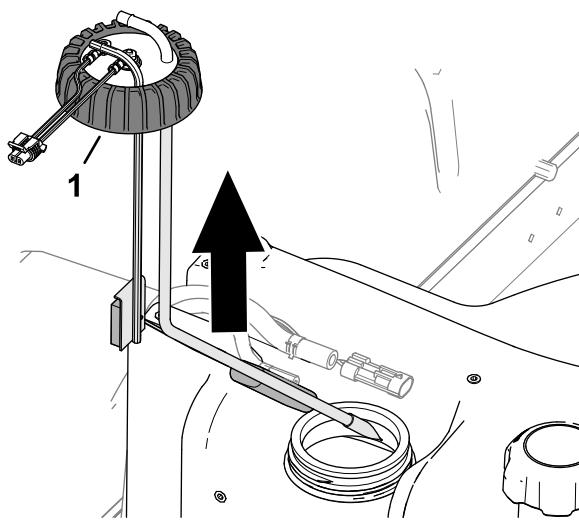

Figure 85
5. Desserrez le chapeau du transmetteur de niveau de carburant (Figure 85).